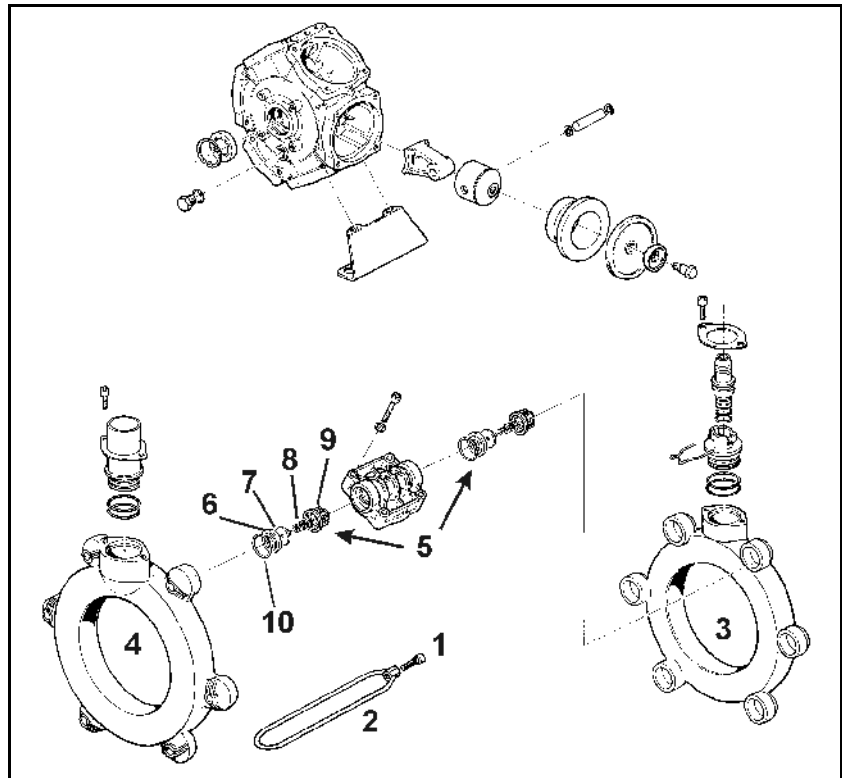

Bild 148
1. Kontrollera att oljenivån är vid markeringen (Bild 148/1) på siktglaset då kraftuttaget är urkopplat och sprutan står vågrätt
2. Demontera locket (Bild 148/2) och fyll på olja om oljenivån ej syns vid markeringen (Bild 148/1).
2. Demontera locket (Bild 148/2).
5. Vrid pumpaxeln växelvis åt höger och vänster och fyll långsamt på ny olja. Korrekt oljevolym är påfylld då oljenivån når upp till markeringen (Bild 148/1) på siktglaset.
- Innan ventilsatserna (Bild 148/5) demonteras, notera och märk upp resp ventils monteringsläge.
- Beakta vid sammansättningen att ventilstyrningarna (Bild 148/9) inte skadas. Skador kan leda till att ventilerna blockeras.
- Skruvarna (Bild 148/1) måste dras åt korsvis med angivet moment. Felaktig dragning kan leda till spänningar med läckage som följd.
2. Lossa skruvarna (Bild 148/1) och demontera spännbygeln (Bild 148/2).
3. Demontera sug- och tryckrör (Bild 148/3 och Bild 148/4).
4. Demontera ventilsat (Bild 148/5).
5. Kontrollera ev skador och slitage på ventilsäten (Bild 148/6), ventiler (Bild 148/7), ventilsjädrar (Bild 148/8) och ventilstyrningar (Bild 148/9).
6. Demontera o-ringar (Bild 148/10).
8. Montera ventilsat (Bild 148/5) efter kontroll och rengöring.
9. Montera nya o-ringar (Bild 148/10) einsetzen.
10. Montera sug- (Bild 148/3) och tryckrör (Bild 148/4) på pumphuset och montera spännbygeln (Bild 148/2).
11. Montera locket och dra åt skruvarna (Bild 148/1) korsvis med von **11 Nm**.